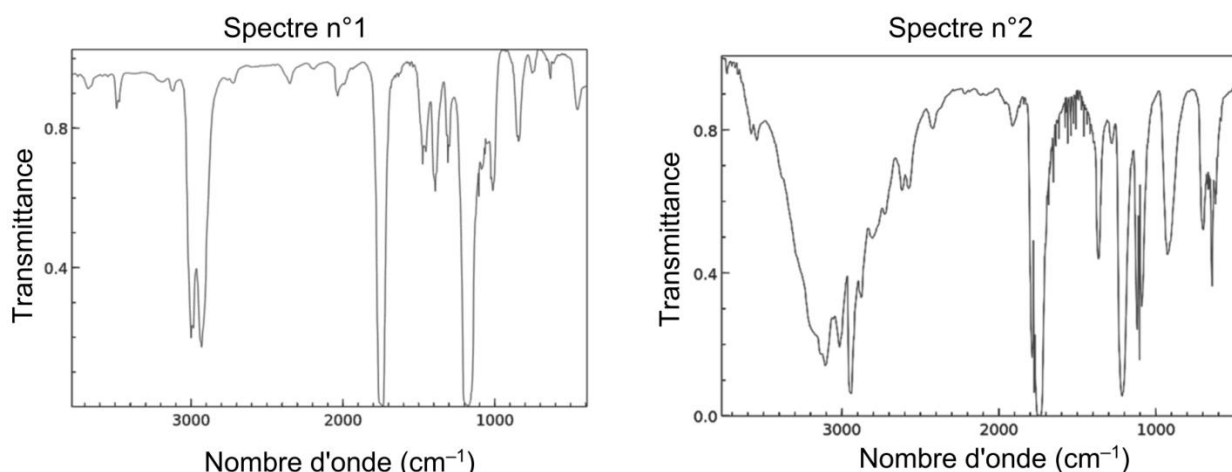

Figure 4. Spectres Infra-Rouge (IR) de deux molécules
**Q12.** Les spectres IR de l'acide méthanoïque et du méthanoate d'éthyle sont donnés en figure 4. Attribuer, en justifiant, chaque spectre à l'espèce chimique correspondante.